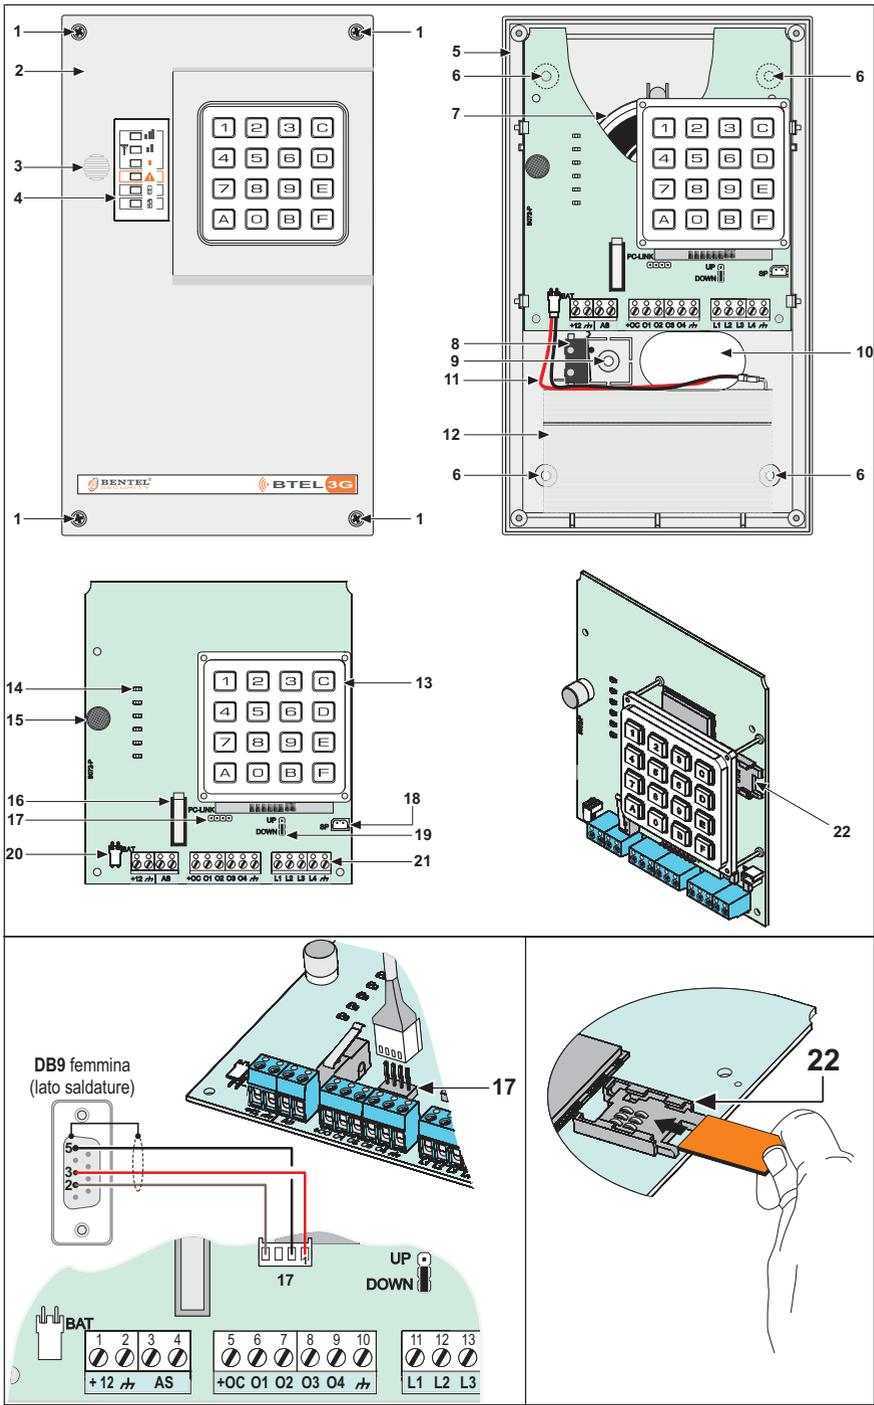

Fig. 1 - Parti
- ☞ *I numeri in grassetto riportati fra parentesi quadre [] fanno riferimento alle parti di Fig. 1, salvo indicazioni diverse.*